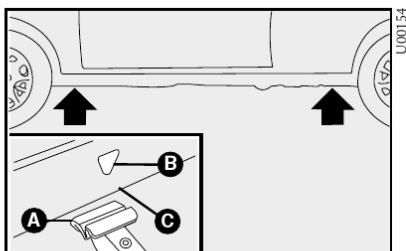

fig. 5
3) colocar o macaco onde está marcado o símbolo ▲ **B-fig. 5**, perto da roda a substituir, e certificar-se de que a ranhura **A** do macaco esteja bem encaixada na longarina **C - fig.5**.